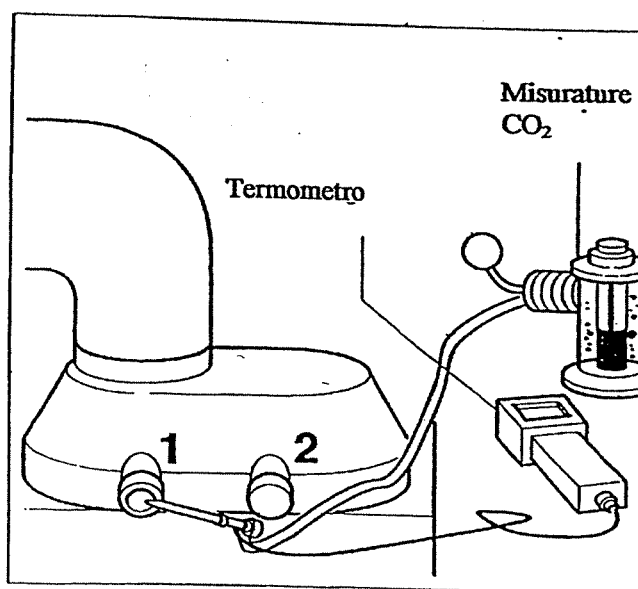

Fig. 33 Punti di misurazione
- ◆ Svitare il tappo a vite (Fig. 33) corrispondente sul raccordo per l'apporto aria/scarico gas e, dopo aver effettuato la misurazione, riavvitarlo.
t_A = temperatura gas di scarico, lordo (punto di misurazione Fig. 33, punto 1)
t_L = temperatura dell'aria (punto di misurazione Fig. 33, punto 2)
CO_2 = contenuto di anidride carbonica (punto di misurazione Fig. 33, punto 1)
Contenuto di diossido di carbonio (punto di misurazione Fig. 33, punto 1)